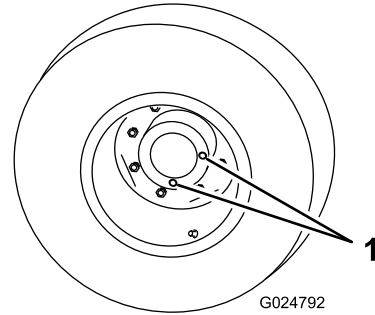

图 67
2. 将车轮放置为 1 个检查塞在最低6 点钟位置图 67。